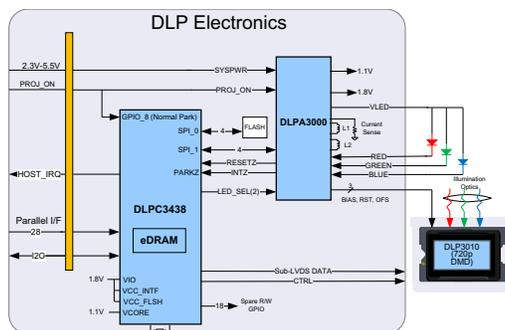

図 6. DLP3010、DLPC3438、DLPA3000 を使用した DLP 電子回路システムのブロック図
- モバイル スマート TV アプリケーションの代表的な DLP 電子回路システムのブロック図を 図 6 に示します。主要